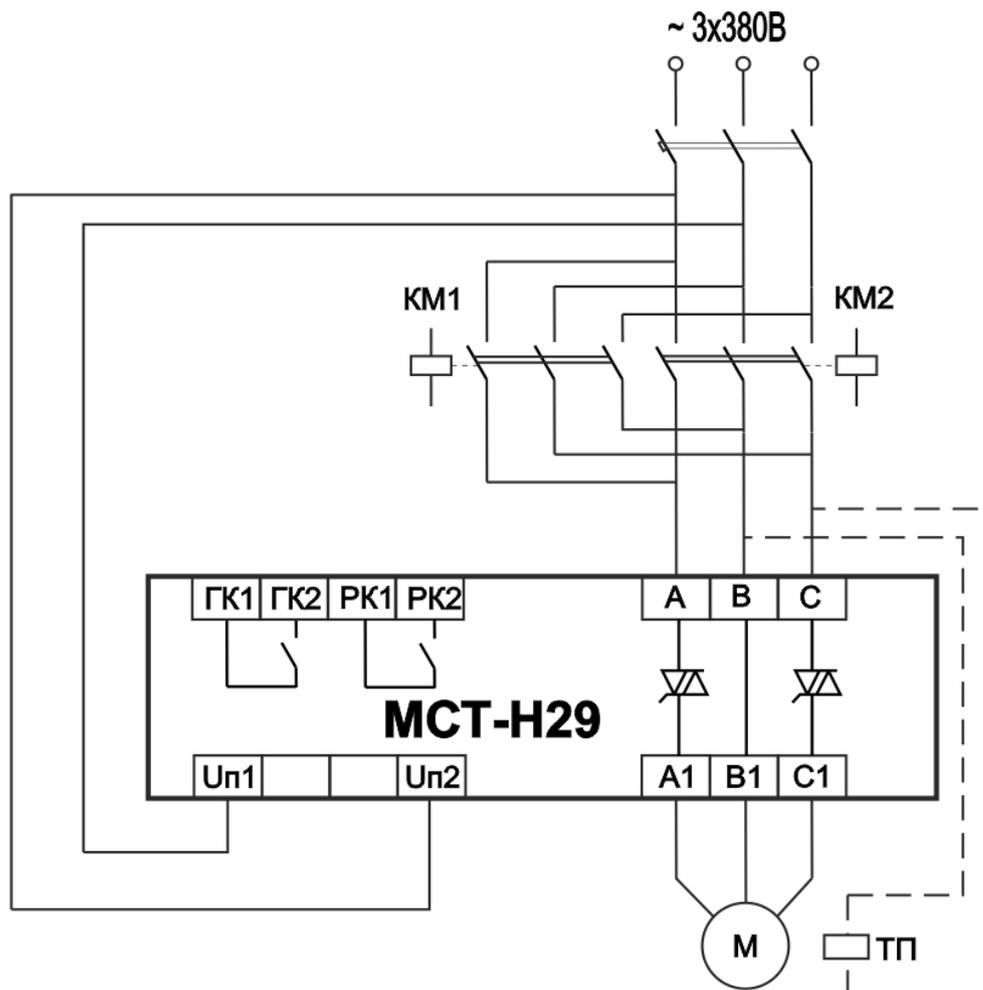

Рисунок 3 – Схема подключения МСТ-Н29
1.6.5 Пример схемы подключения пускателя к электродвигателю приведен на рис. 3.